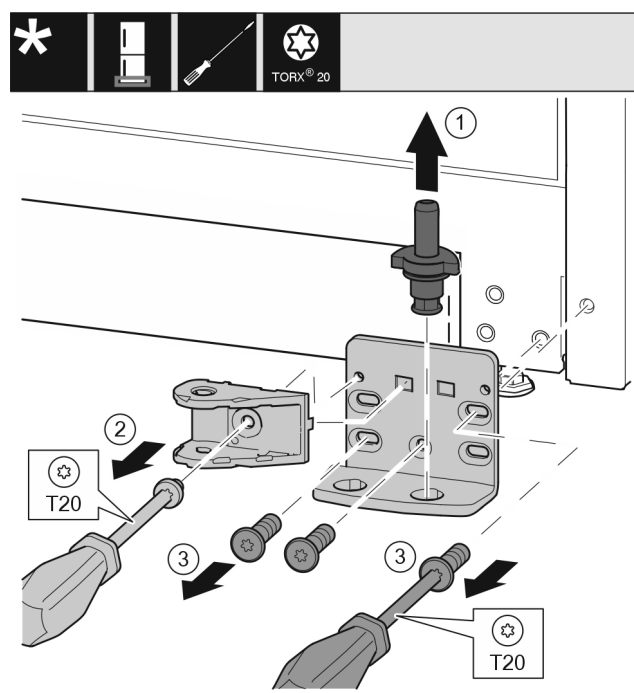

Fig. 35 *
- ▶ 将轴承螺栓 Fig. 35 (1) 完全向上拉出。*
- ▶ 将螺钉 Fig. 35 (2) 用螺丝刀旋开并取下关门阻尼器连接装置。*
- ▶ 将螺钉 Fig. 35 (3) 用螺丝刀旋开并取下托架。*